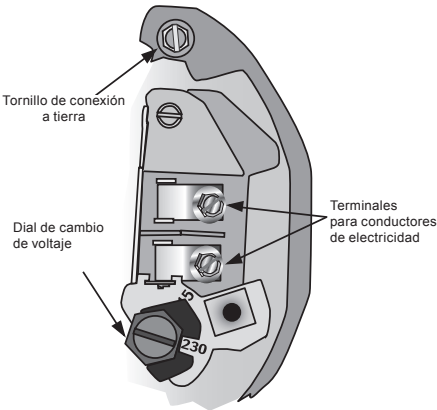

FIGURA 8 - VOLTAJE CONFIGURADO A 230 VOLTIOS DE CORRIENTE. SELECTOR ROTATORIO
- ◆ Consulte la Figura 8 para la configuración del cableado.
- ◆ Conecte conductores de electricidad a los terminales L1 y L2. Al reemplazar el motor, revise el diagrama de cableado en la placa de identificación del motor. Para motores trifásicos o para motores cuyos diagramas de cableado no coinciden con la Figura 8, guíese por el diagrama en el motor.